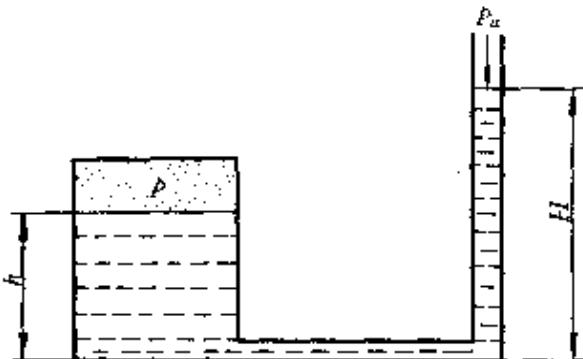

图 1-9 装有水的密闭容器
**例 3** 在图 1-9 所示的密闭容器中装有水，液面高  $h=0.4 \text{m}$ ，容器上部充满压力为  $p$  的气体，管内液柱高  $H=1 \text{m}$ ，其上端与大气相通，问容器中气体绝对压力为多少？相对压力为多少？